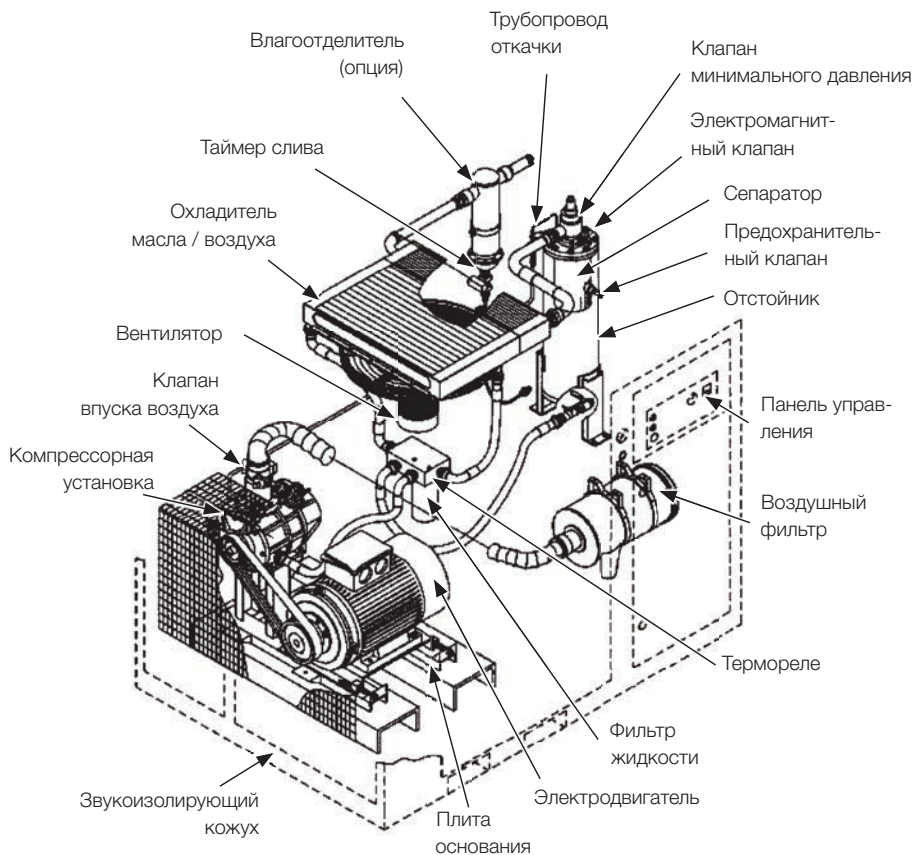

Рис. 4.1 Системы компрессора
- Детали и сборные механизмы компрессора SB четко обозначены на рис. 4.1. Компрессорная установка состоит из компрессора, электродвигателя, стартера, системы воздухозабора, системы сброса сжатого воздуха, масло/воздушной разделительной системы, систем смазки и охлаждения компрессора, панели управления, которые все вместе смонтированы в прочном шкафу.